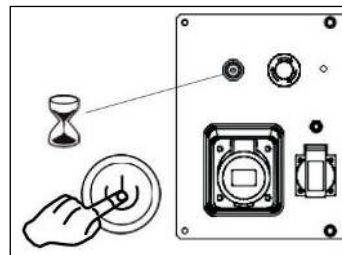

Рис. 12
- Нажмите и удерживайте кнопку старт/стоп в течение 1-3 сек., (Рис.12).